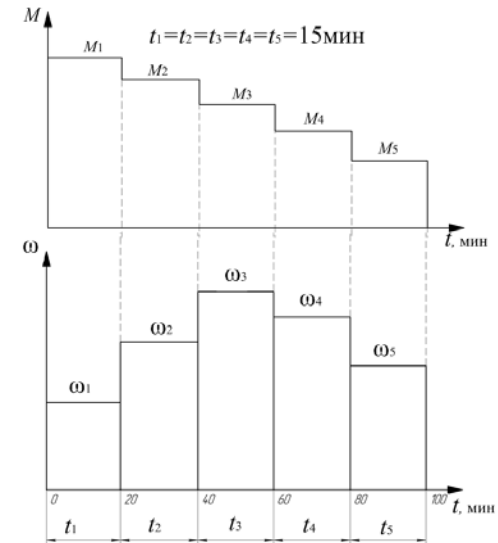

Рис. 23.1. Нагрузочная диаграмма обкаточного стенда
• к пункту 2 плана занятия. Построить нагрузочные диаграммы момента и скорости, как показано на рис. 23.1, соблюдая масштаб построения.